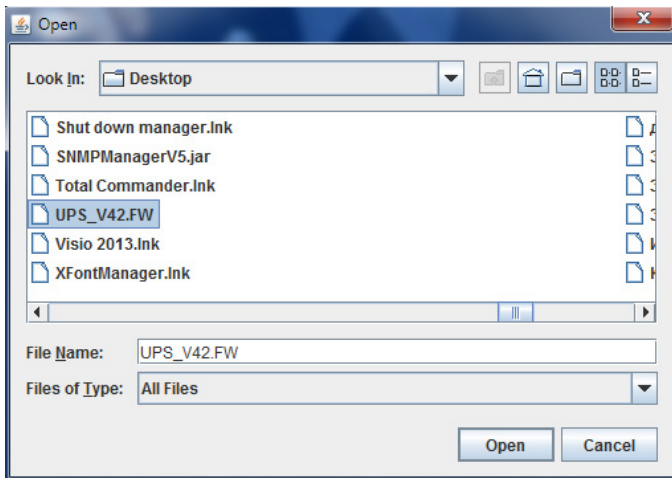

Рисунок 52. Выбор файла ПО платы
3. Выбрать файл ПО платы (файл с расширением «FW» – **рисунок 52**) и нажать «Open»